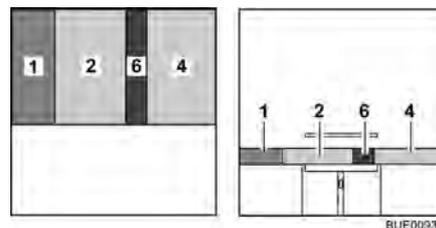

Fig. 85 Après la transformation
- Placer le coussin de dossier (Fig. 85,1) entre le coussin d'assise et la cloison.
- Placer le coussin supplémentaire (Fig. 85,6) entre les coussins d'assise (Fig. 85,2 et 4).